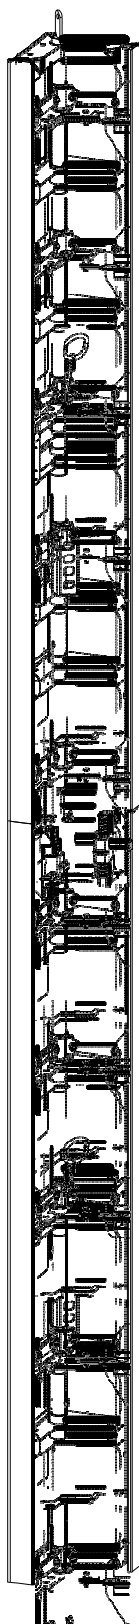

Abb. A17.11
2. Posizionare gli angoli di disarmo uno sopra l'altro (Fig. A17.11 + A17.11b), quindi spingere l'aletta del pannello inferiore nell'incavo di quello superiore.
3. Inserire i bulloni (89.3) attraverso i fori ed assicurare con i perni di sicurezza. (Fig. A17.11 + A17.11c)